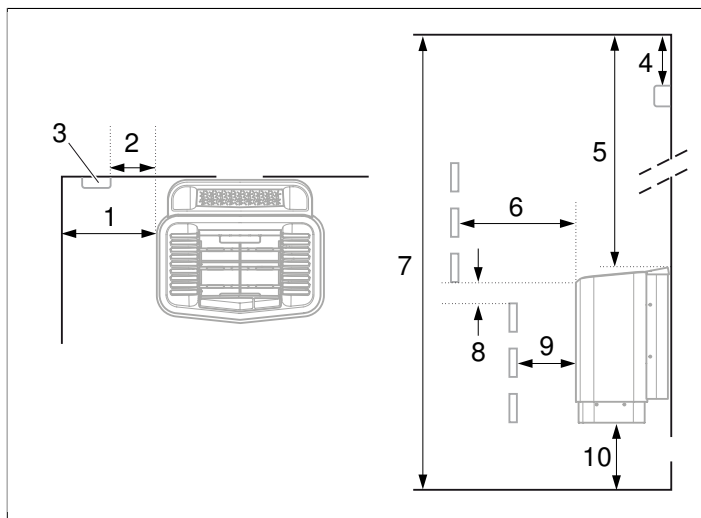
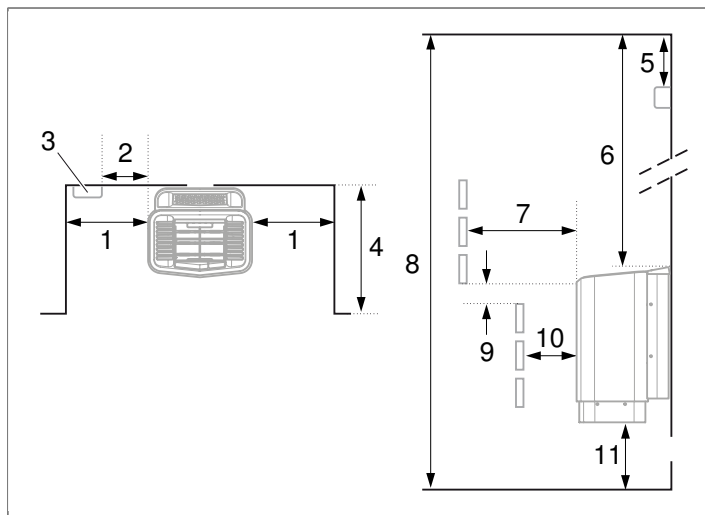

Рисунок 3: Размещение каменки – нормальная установка
Рисунок 5: Размещение каменки – установка в нише
- Спланировать размещение датчика (см. **Рисунок 3**, страница 2 а также **Рисунок 5**, страница 3).
- У той же стены что и дверь (только в исключительном случае у боковой стены, но тогда как можно ближе к дверному проему). Возможно размещение каменки в нише (см. **Рисунок 5**, страница 3).
- на безопасном расстоянии от пола, боковых стен и интерьера (см. **Рисунок 3**, страница 2).
Установить датчик, как показано на рисунке (см. **Рисунок 3**, страница 2).
1. Установите устройство на безопасном расстоянии от пола, боковых стен и элементов интерьера (см. **Рисунок 5**, страница 3).
2. Установите датчик, как показано на рисунке (см. **Рисунок 5**, страница 3).